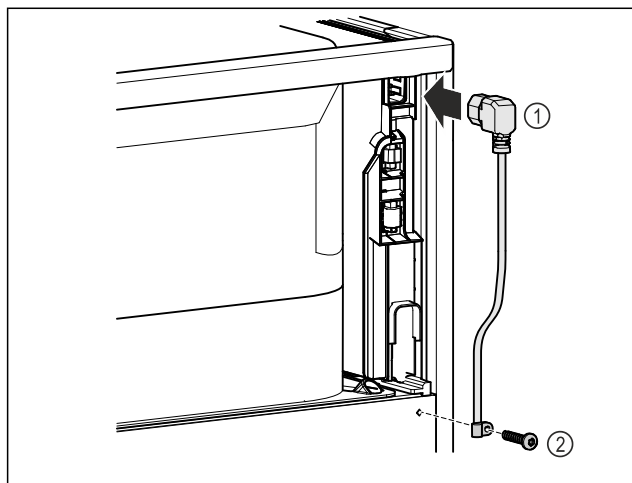

Fig. 9
- ▶ Sätt in nätkabelns apparatkontakt Fig. 9 (1) på apparatens baksida.
- ▶ Montera dragavlastning. Fig. 9 (2)